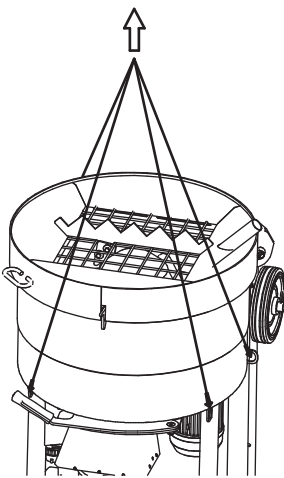

Fig.4
- Para levantar la mezcladora, fíjela en los ojales específicos con una cuerda con 4 puntos de anclaje, como se muestra en la Fig.4.